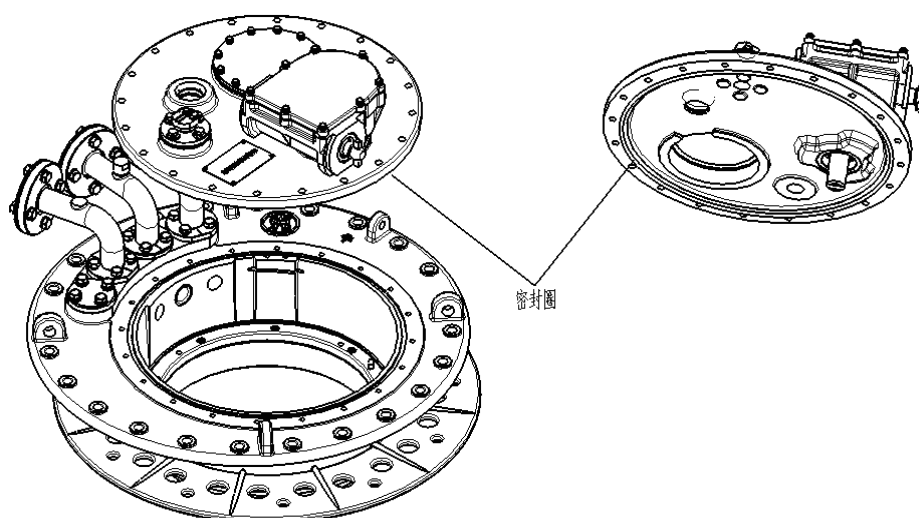

图 10 密封圈示意图
3. 取下开关顶盖，在拆卸过程中要避免损坏分接开关顶盖和分接开关法兰的密封面。注意顶盖密封圈（图10）并保存完好。